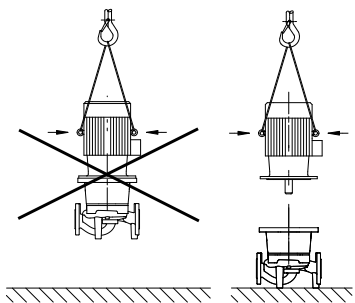

Fig. 8 : Elingage du moteur
- Les œillets de transport du moteur sont exclusivement dédiés au transport du moteur et non de la pompe complète (fig. 8).